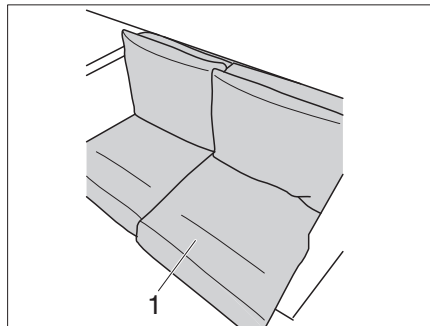

Bild 222 Lägg på dyna
Sittdynan (Bild 222,1) har en plastförstärkning på baksidan.
- Lägg i sittdynan (Bild 222,1) med förstärkning på höger sida.